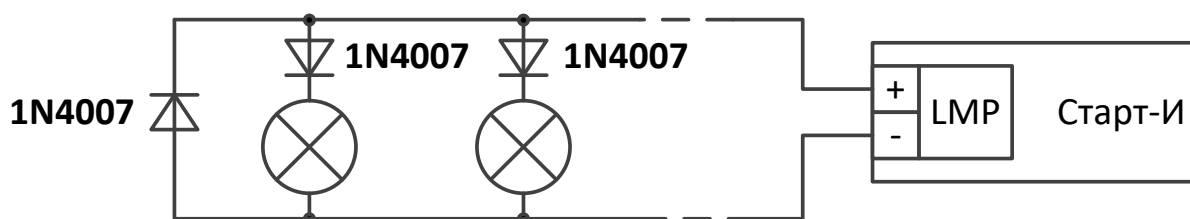

Рис. 22
- Схема подключения световых оповещателей представлена на рис. 22.